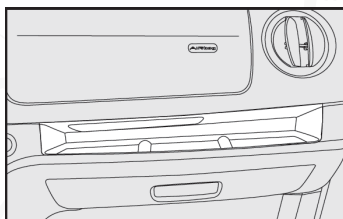

fig. 54
- En el tablero de instrumentos, sobre la guantera fig. 54;